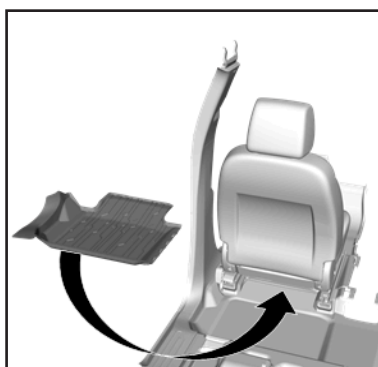

Figura 9
9. Instale el Revestimiento de piso de 2da fila izquierdo. Asegúrese que el Revestimiento esté plano sobre la alfombra debajo del carril del asiento. **Vea la Figura 9.**